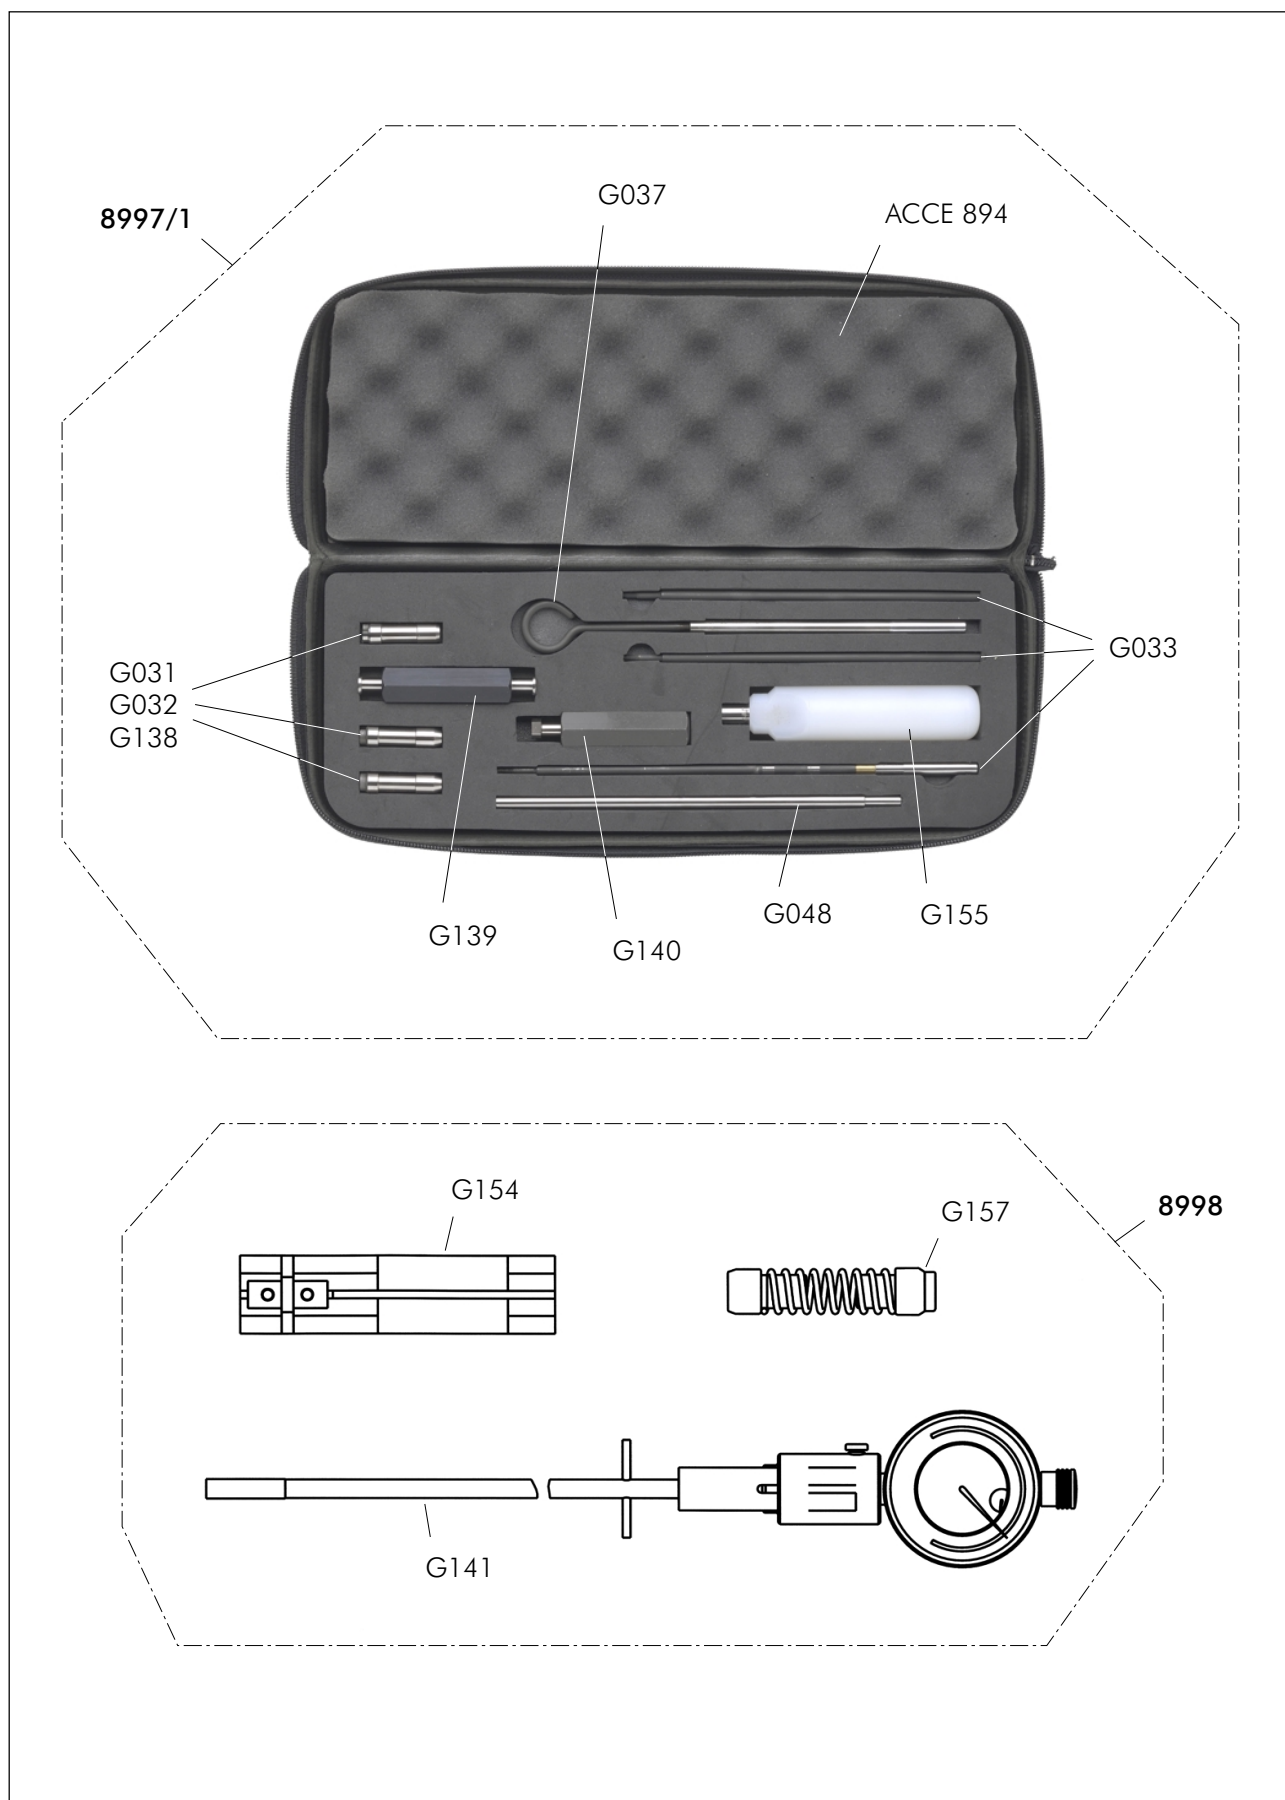

Fig. 4.3.a - Calibradores para la ametralladora MINIMI™ 7,62
**4.3. CALIBRADORES (Fig. 4.3.a)**